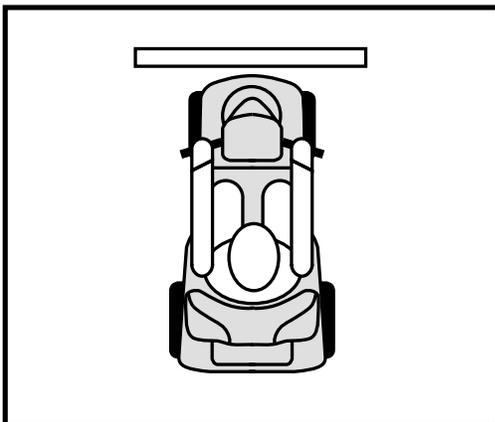

Figure 3. Approche Correcte
Toujours approcher les bordures de trottoirs bien en face lorsque vous les montez ou les descendez. Voir les figures 3 et 4.
**MISE EN GARDE! Approchez perpendiculairement toutes bordures surélevées que vous devez monter ou descendre avec votre scooter. Voir les figures 3 et 3A.**